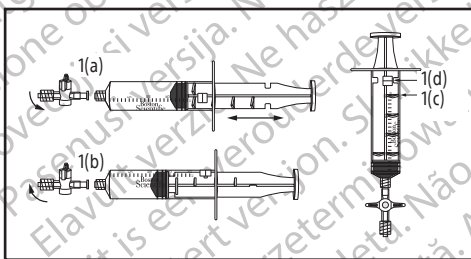

Figura 1.
1. Examine la llave de paso [figura 1(a)]. La llave de paso tiene dos conexiones luer para acoplarla a la aguja y la jeringa. Puede intercambiarse aire con la llave de paso en posición abierta. La llave de paso está abierta cuando se encuentra alineada paralelamente a la jeringa, y está cerrada cuando se encuentra perpendicular a la jeringa (como se muestra).
2. Examine la jeringa (figura 1). El cilindro de la jeringa tiene un pasador de tope [figura 1(d)] y el émbolo de la jeringa cuenta con cuatro aletas de bloqueo [figura 1(c)]. El émbolo de la jeringa se puede desplazar dentro del cilindro de la jeringa para bloquearla y desbloquearla. Para bloquear la jeringa, tire hacia atrás del émbolo hasta que se alinee con el volumen de succión
deseado [figura 1(a)]. Gire el émbolo hacia la derecha para que el pasador de bloqueo encaje con las aletas de bloqueo del émbolo [figura 1(b)]. Gire el émbolo hacia la izquierda para soltarlo.